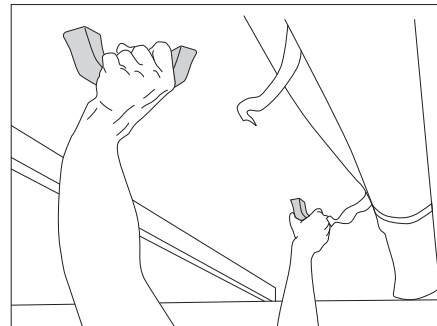

Bild 51 Aufstelldach hochstellen
- Aufstelldach an den Griffen mit beiden Händen nach oben drücken (Bild 51).